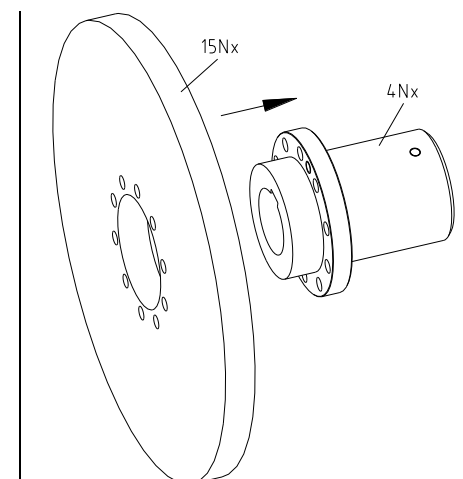

Bild 5
- Montieren Sie die Bremsscheibe (Bauteil 15Nx) auf den Zentrieransatz des Kupplungsflansches (Bauteil 4Nx) (siehe Bild 5).